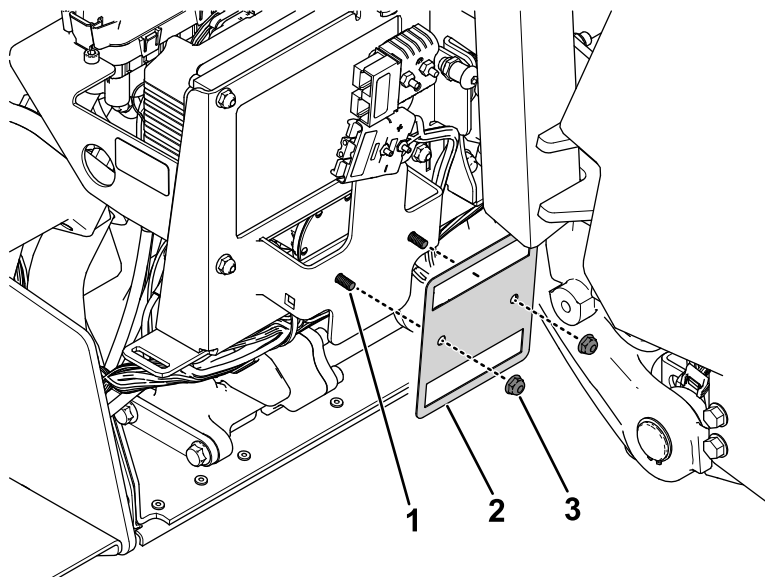

**Figura 35**
2. Remova e guarde os conjuntos dos fusíveis (fusíveis e cabos) do suporte de fusíveis (Figura 35).
4. Instale os conjuntos de fusíveis no novo suporte de fusíveis (Figura 35).